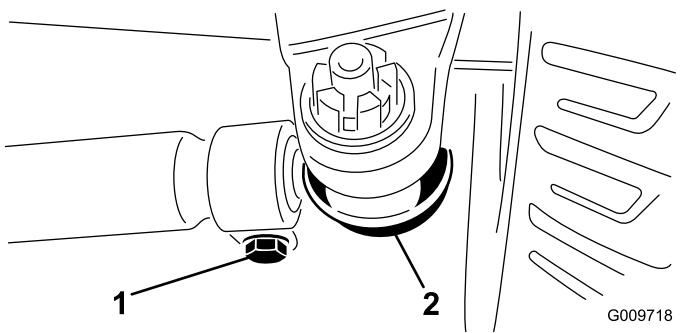

Figura 109
- Para ajustar, remova o contrapino e a porca de cada uma das rótulas da barra de ligação (Figura 109). Remova a rótula da barra de ligação do suporte do eixo.
4. Desaperte as abraçadeiras que estão em ambas as extremidades das barras de ligação (Figura 109).
5. Rode a rótula desligada para dentro ou para fora uma (1) volta completa e aperte o grampo na extremidade solta da barra de ligação.